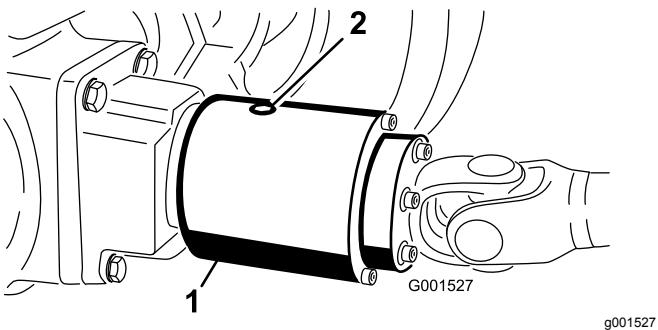

Figura 62
2. Rode a embraiagem (Figura 62) de modo a que o tampão de verificação esteja na posição das 4 horas.